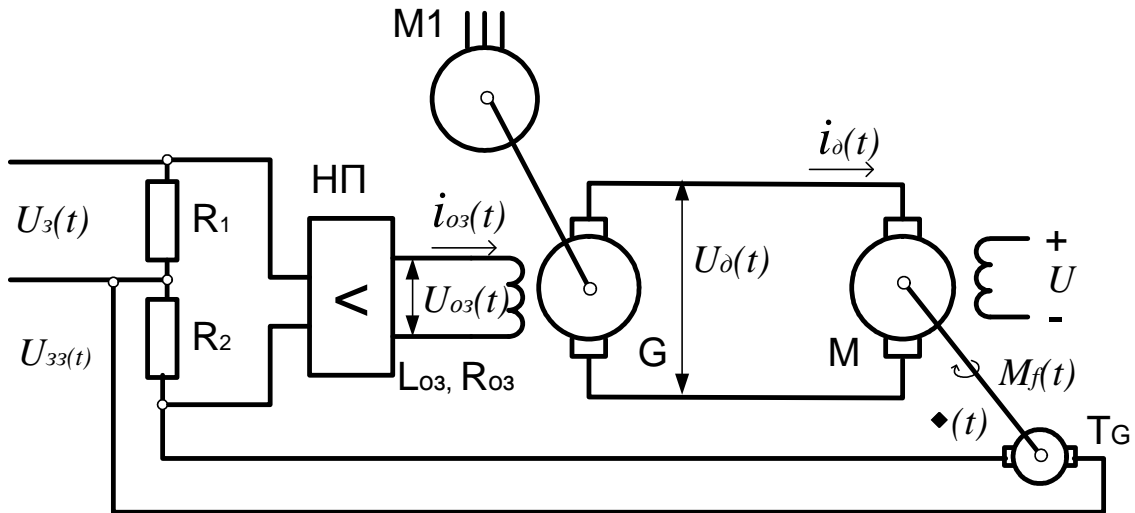

Рис. 1 – Принципова схема системи автоматичного керування швидкістю двигуна постійного струму з незалежним збудженням
5.1.1. Зарисувати структурну схему системи автоматичного регулювання обертів двигуна постійного струму з незалежним збудженням (САК) відповідно до принципової схеми, показаної на рис. 1. Роботу генератора представити аперіодичною ланкою, двигуна – ланкою другого порядку (коливальною). Вхідний сигнал задати ступінчастим, а на виході, для реєстрації графіка зміни обертів двигуна, встановити блок осцилографа.